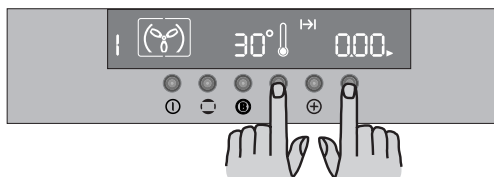

Рис. 13
- С помощью клавиши “” уменьшайте время до тех пор, пока на дисплее не появится величина “0.00” (Рис. 13).